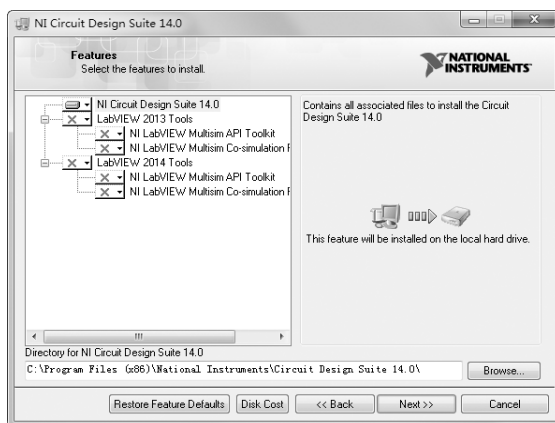

图 1-7 选择所需要安装的组件
5) 单击 **Next >>** 按钮，提示对需要安装的组件进行选择，如图 1-7 所示。